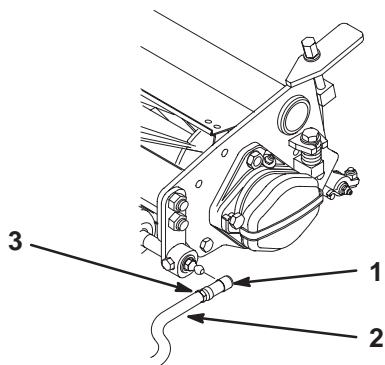

Figure 13
6. Alignez les boîtes des rotules de sorte que le côté ouvert soit centré vers la sphère. Serrez les contre-écrous pour fixer les boîtes de rotules en position (Fig. 13).